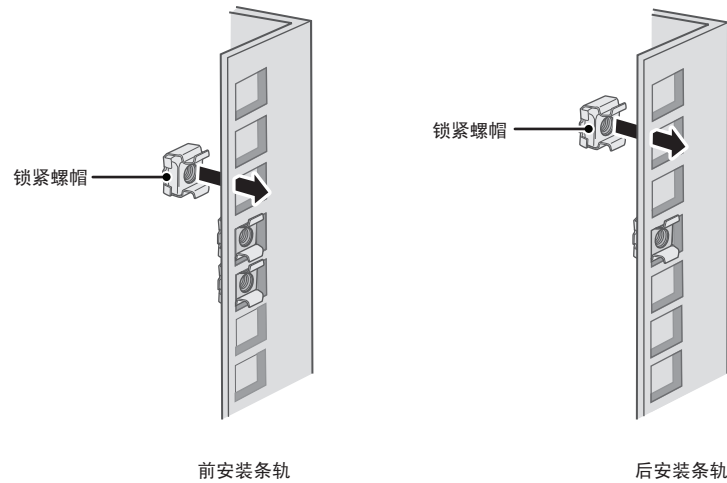

图 8. 插入锁紧螺帽
5. 如果要将设备装入一个方孔机架：如图 8 所示，将 10 个锁紧螺帽（随机提供）插入方孔机架。将前机架的下锁紧螺帽与后机架的下锁紧螺帽对齐。然后，将上锁紧螺帽与前机架对齐（请参见图 8）。